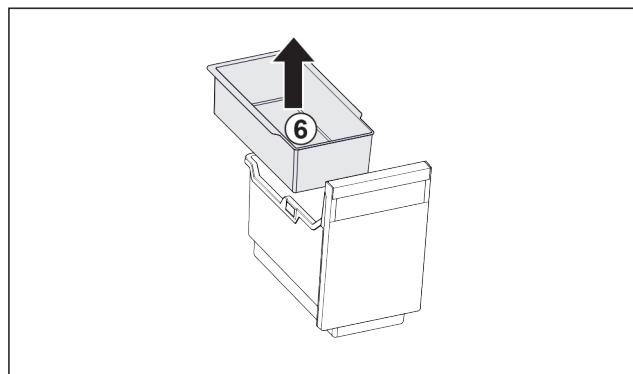

Fig. 19
- Извлеките Fig. 19 (6) подвесной лоток.